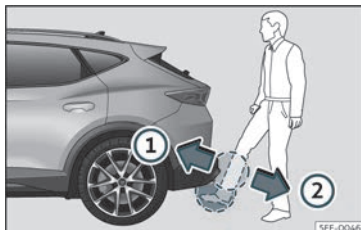

Fig. 80 Portón do maleteiro con apertura controlada por sensor (Easy Open).
- Cun movemento rápido, acerque un pé e a parte inferior da perna o máis próximo posible ao parachoques. A parte inferior da perna ten que achegarse á área do sensor superior, e o pé, á área do sensor inferior » **fig. 80** ①.
- Retire rapidamente o pé e a parte inferior da perna das áreas dos sensores » **fig. 80** ②. O portón traseiro ábrese automaticamente.